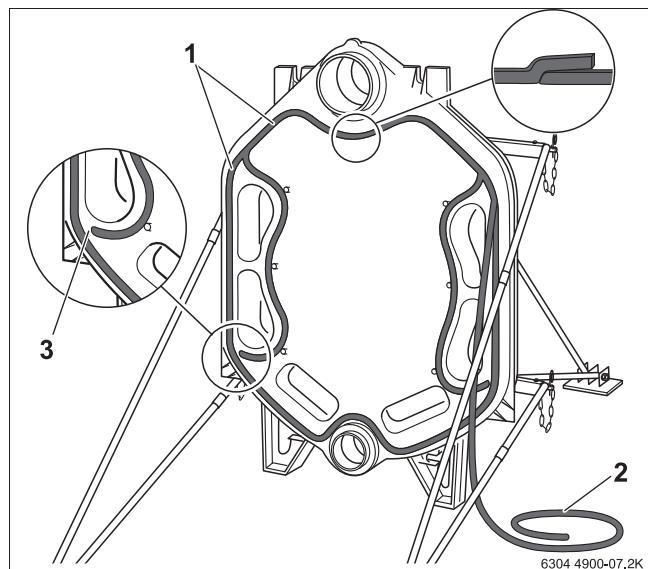
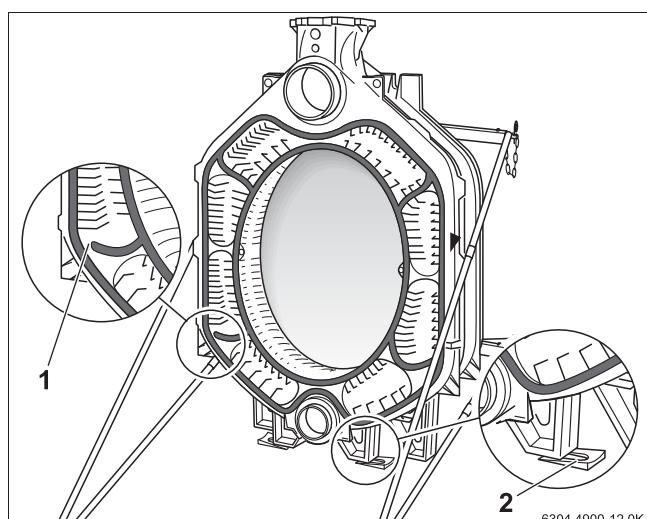

Рис. 12 Укладка уплотнительного шнура (шнур КМ)
Рис. 17 Применение подкладных клиньев
- Концы уплотнительного шнура слева и справа в местах стыка нельзя накладывать внахлест (\rightarrow рис. 12, 3).
На рис. 17 показана средняя секция с подключением подающей линии. Ниппели для монтажа следующей средней секции установлены в соответствующие ступицы. В паз для уплотнения уже уложен уплотнительный шнур. Как показано для задней секции (→ рис. 12, стр. 16) здесь уплотнительный шнур тоже прерван. Для упрощения монтажа секция котла выравнивается с помощью подкладных клиньев. Эти клинья пригодятся позже для окончательного выравнивания готового блока котла.
котлом подкладные клинья (→ рис. 17, стр. 18).